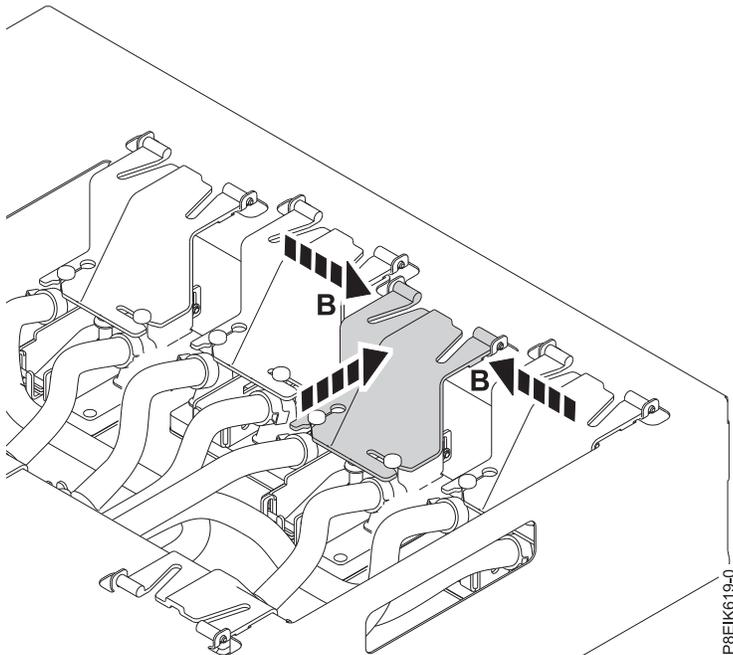

図 19. キャリアへのホルダーの再取り付け
- d. ホルダーの両側を指先で挟み付けて (18 ページの図 19 の (B) を参照)、キャリアに再取り付けします。